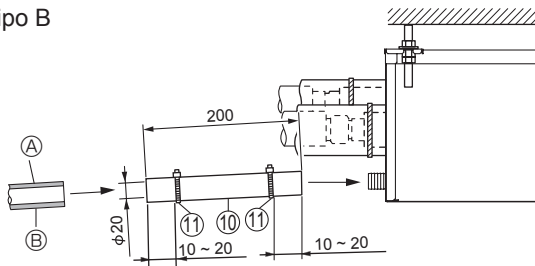

Fig. 8-1
(1) Aplique fita adesiva em PVC (adquirir localmente) à ligação de drenagem da caixa de derivação e empurre a mangueira de drenagem ⑩ anexada em direcção à ligação, o máximo possível. (Fig. 8-1)
(2) Insira um tubo rígido em PVC (VP-16, adquirir localmente) na mangueira de drenagem ⑩ anexada, colando-os e fixando-os. (Fig. 8-1)
(3) Encaixe uma banda ⑪ à mangueira de drenagem anexada ⑩. (Fig. 8-1)